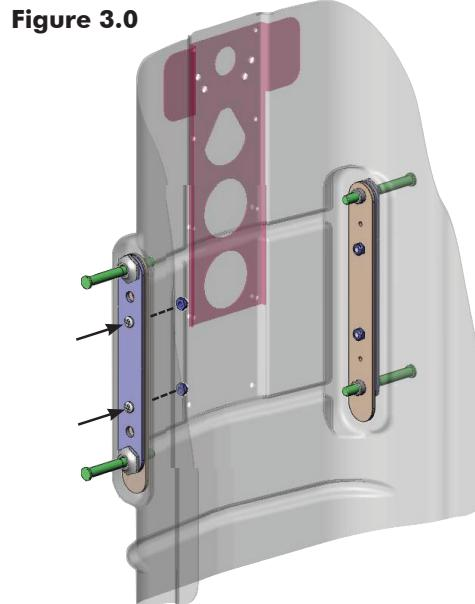

Figure 3.0
5. Fixez la plaque de renforcement sur la coquille de dossier avec le matériel fourni. (reportez-vous à la **Figure 3.0** ci-dessous)